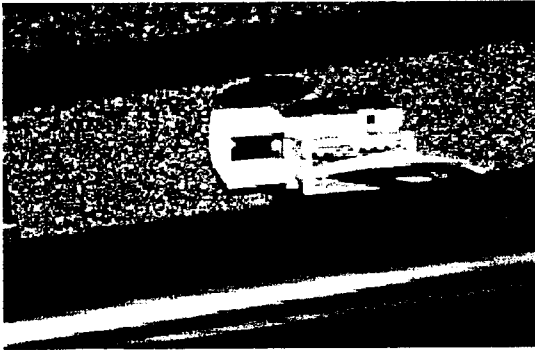

ABB. 2
- Kabelsatzstecker (Gurtstraffer) abziehen (Abb. 2)